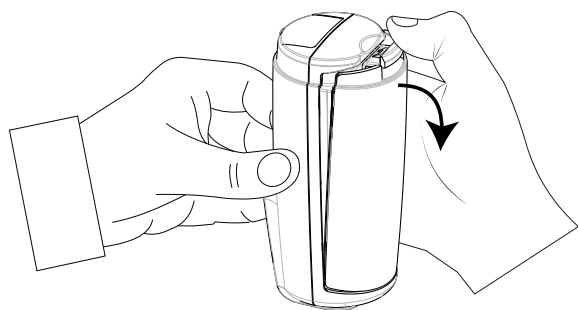

Figure 14 : Ouverture du capot des piles
2. Avec le pouce, appuyez sur l'onglet situé sur le dessus du capot des piles pour l'ouvrir. Voir Figure 14.